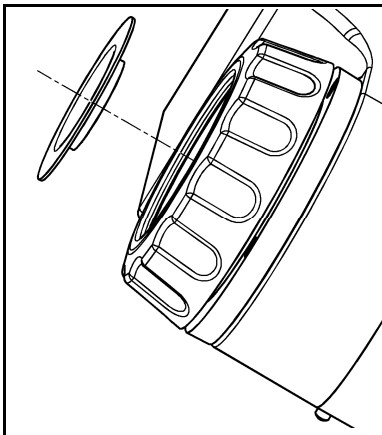

Abb. 21: Ausrichtung der Dichtung
3. Alte Dichtung entnehmen (siehe Abb. 21).
- i** Die Dichtlippe der Dichtung muß hierbei nach innen gerichtet sein (siehe Abb. 21).